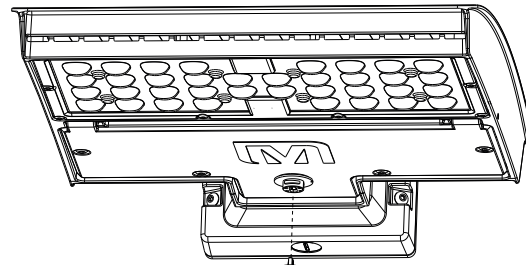

FIG. 2
2. Enlevez le couvercle du réceptacle USB-C en le tournant à 90° (voir la FIG. 2).